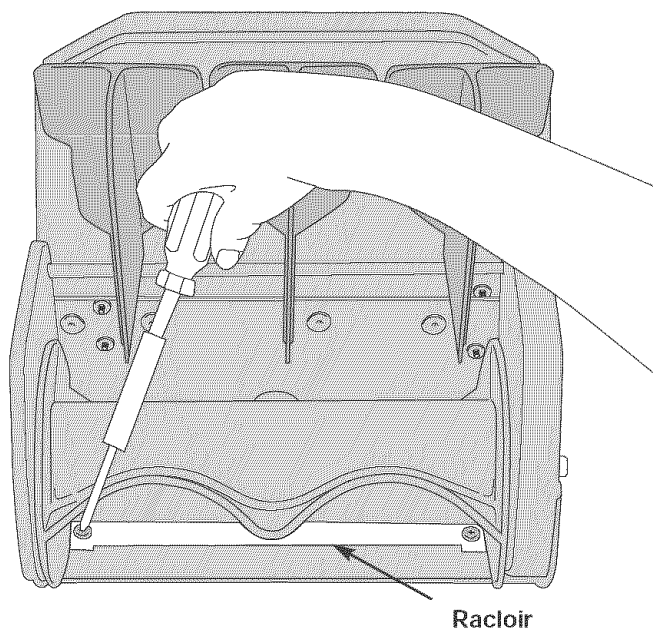

Fig. 11
2. Sous le rotor, repérez puis retirez les trois (3) vis, qui retiennent le racloir au boîtier, à l'aide d'un tournevis à lame plate ou d'une mèche no. T20 Torx (Fig. 11).